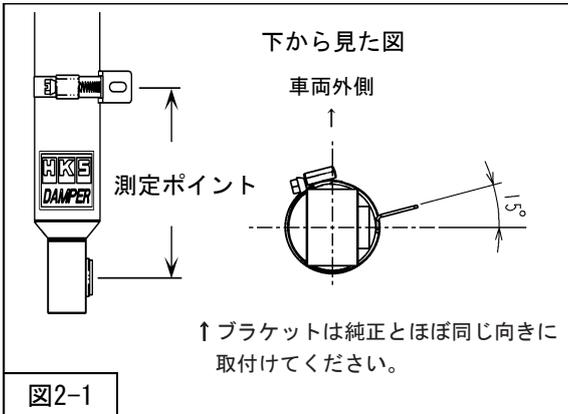

図2-1
- 測定ポイントが純正サスペンションと同じ距離・位置になるようにフロントサスペンションASSY (同梱品) に固定してください。(図2-1)